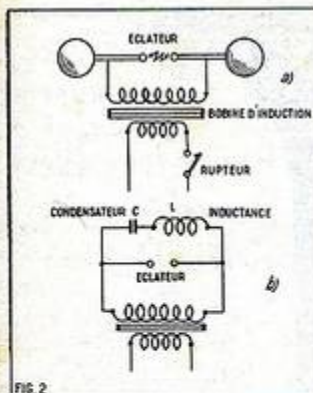

FIG. 2. — L'émetteur de Hertz était un circuit oscillant à propriétés réparties.
L'émetteur de Hertz était, en principe, constitué comme nous l'indiquons sur la figure 2 a. Une bobine d'induction alimentait les deux boules d'un éclateur. Celles-ci étaient prolongées par deux sphères d'assez grand diamètre... En somme, Hertz devançait son temps d'environ un demi-siècle... car il avait réalisé un circuit à propriétés réparties, exactement comme les cavités résonnantes dont on se sert aujourd'hui pour la production d'ondes centimétriques et décimétriques. Hertz produisait effectivement des oscillations correspondant à une longueur d'onde inférieure à un mètre. Il est d'ailleurs fort heureux qu'il en fut ainsi... Sinon, il n'aurait pu mener à bien sa démonstration !
L'équivalent de son montage est représenté sur la figure 2 b. On voit bien ainsi qu'il s'agit d'un générateur d'ondes amorties.
Fixez le bloc d'accord (B) à l'emplacement indiqué sur la figure 2. Ensuite, fixez les 5 supports de lampe (fig. 2), l'ergot de guidage de ces supports doit être tourné vers la partie arrière du châssis. Puis on fixe les deux transformateurs moyenne fréquence (MF1 et MF2). L'orientation de ceux-ci doit être telle qu'elle permette des connexions les plus courtes possibles, et ne se chevauchant pas. Enfin on fixe sur le châssis le transfo de sortie (TR), les redresseurs secs haute tension (RD1 et RD2) et les selfs de filtrage haute tension (SF et SA), aux emplacements indiqués sur les figures 2 et 3.
Tournez votre châssis à l'envers, de manière qu'il se présente comme sur la figure 2, et ensuite établissez les connexions suivantes, et soudez les aux points figurant sur le schéma de réalisation (fig. 1).